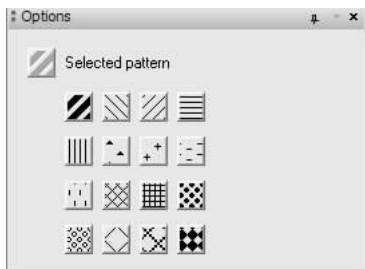
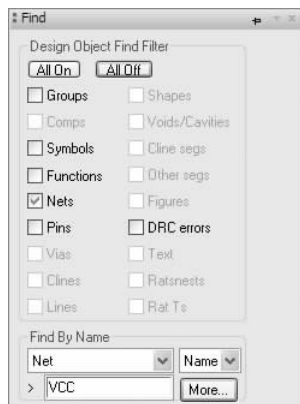

图 11-12 “Option（选项）” 面板
图 11-13 “Find（查找）” 面板（一）
1) 选择菜单栏中的“Display（显示）”→“Highlight（高亮）”命令，打开“Options（选项）”面板选择显示颜色，如图 11-12 所示。在“Find（查找）”对话框内选中“Nets（网络）”选项框，在“Find By Name（按名称查找）”栏选择“Net（网络）”和“Name（名称）”，并输入 VCC，如图 11-13 所示。